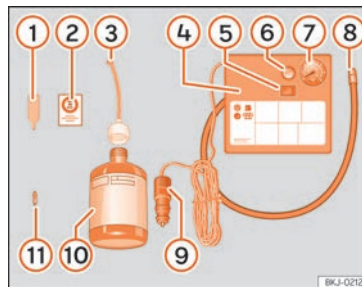

Abb. 31 Prinzipdarstellung: Bestandteile des Pannensets.
Das Pannenset befindet sich im Gepäckraum unter dem Bodenbelag. Es besteht aus folgenden Bestandteilen » » » **Abb. 31:**
- Ventilkappe und Ventileinsatz vom Reifenventil abschrauben. Verwenden Sie den Ventileinsatzdreher » Abb. 31 ① zum Heraus-schrauben des Ventileinsatzes. Legen Sie den Ventileinsatz auf einem sauberen Untergrund ab.
- Reifendichtmittelflasche kräftig schütteln » Abb. 31 ⑩.
- Schrauben Sie den Einfüllschlauch » Abb. 31 ③ auf die Dichtmittelflasche. Die Folie am Verschluss wird automatisch durchstoßen.
- Verschlussstopfen vom Einfüllschlauch » Abb. 31 ③ entfernen und das offene Ende ganz auf das Reifenventil stecken.
- Ventileinsatz mit dem Ventileinsatzdreher » Abb. 31 ① wieder in das Reifenventil schrauben.
- Reifenfüllschlauch » Abb. 31 ⑧ des Luftkompressors fest auf das Reifenventil schrauben.
- Prüfen, ob die Luftablassschraube » Abb. 31 ⑥ zuge dreht ist.
- Stecker » Abb. 31 ⑨ in die 12 Volt-Steckdose des Fahrzeugs stecken » Seite 150.
- Luftkompressor mit dem EIN- und AUS-Schalter » Abb. 31 ⑤ einschalten.
- Kleben Sie den Aufkleber » Abb. 31 ② im Sichtfeld des Fahrers auf das Kombi-Instrument.
Den Reifenfüllschlauch » Abb. 31 ⑤ wieder anschließen und den Reifenfülldruck an der Reifenfülldruckanzeige ⑥ ablesen.